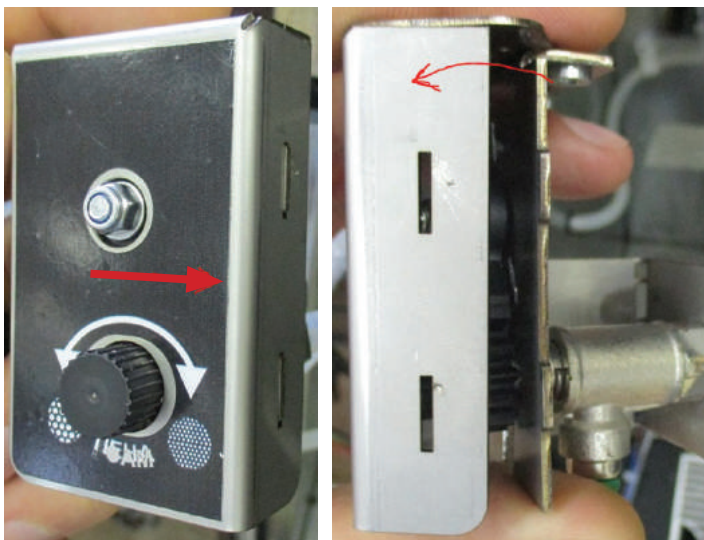

Рисунок 4.14
3. Сместит кожух и снимите его с корпуса клапана (рис.4.14).